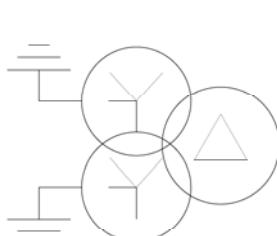

图8-43 复制图形
- 16 调用MI【镜像】命令，选择绘制完成线段图形，向下镜像复制图形，结果如图8-43所示。